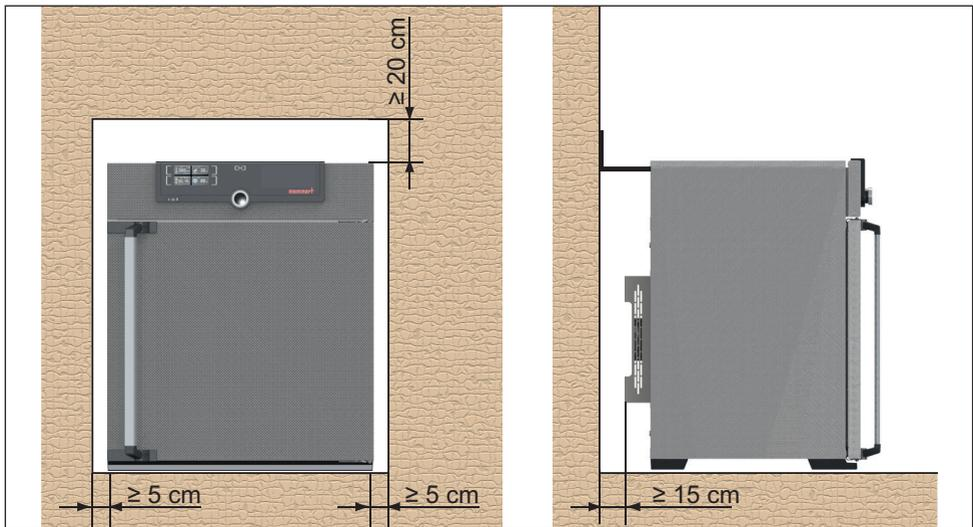

Abb. 7 Mindestabstände zu Wänden und zur Decke
Der Abstand zwischen Wand und Geräterückwand muss mindestens 15 cm betragen. Der Abstand zur Decke darf 20 cm und der seitliche Abstand zur Wand oder zu einem benachbarten Gerät 5 cm nicht unterschreiten (Abb. 7). Grundsätzlich ist eine ausreichende Luftzirkulation in der Geräteumgebung sicherzustellen.
2. Kippsicherung im gewünschten Wandabstand um 90° nach oben biegen (Mindestabstand zur Wand beachten, siehe Abb. 7).